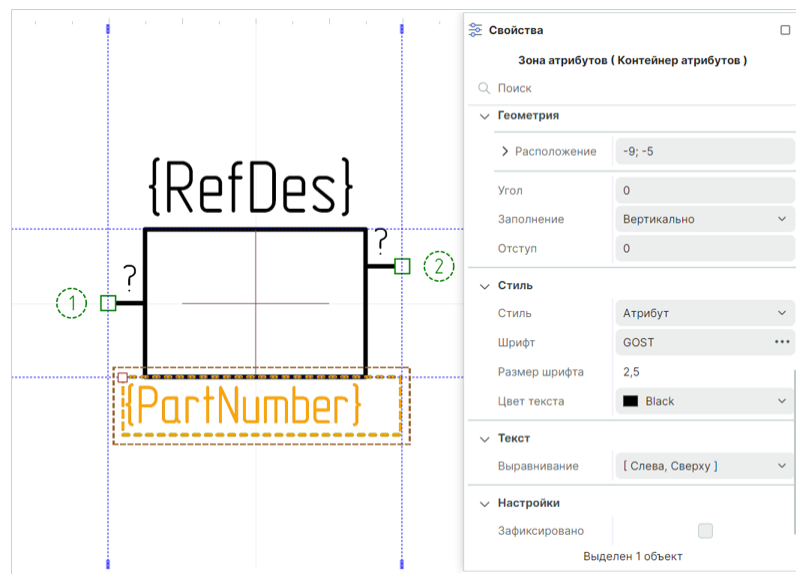

Рис. 183 Настройка зоны атрибутов УГО
6. При необходимости настройте параметры в разделах «Геометрия», «Стиль», «Текст», «Настройки», см. Рис. 183.